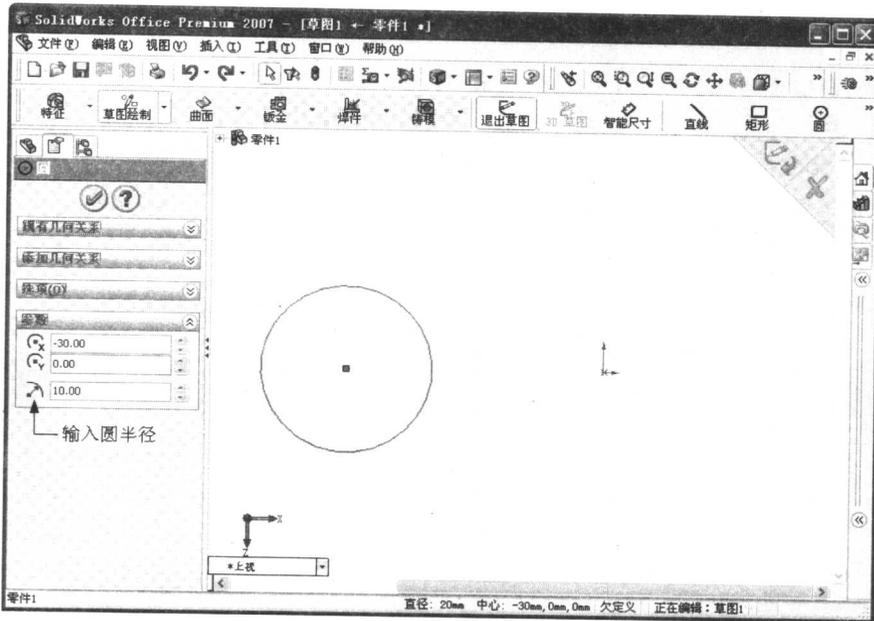

图 1.8 在圆属性管理器中输入半径
③ 在视图窗口左栏上的“圆”属性管理器的“参数”卷展栏中的“半径”微调框中输入 10mm,如图 1.8 所示。单击“确定”按钮,完成圆绘制。